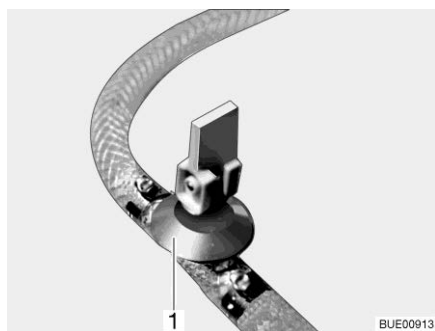

Fig. 196 Rubinetto di scarico (con leva a bilanciere)
- Aprire tutti i rubinetti di scarico. A tale scopo, posizionare la leva a bilanciere del rubinetto di scarico (Fig. 196,1) in verticale.